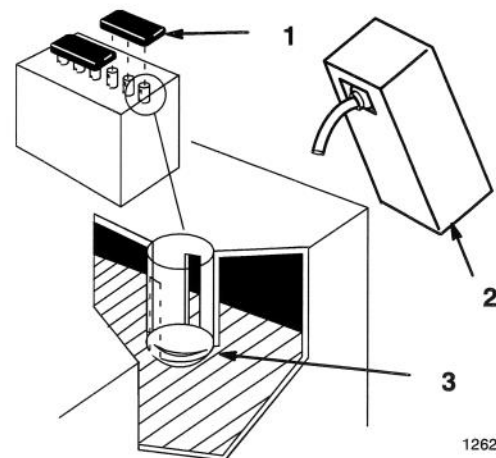

Figure 3
2. Enlever les bouchons de remplissage de la batterie et remplir lentement chaque élément jusqu'à ce que l'électrolyte arrive au bas du goulot (Fig. 3).
5. Rajouter lentement de l'électrolyte dans chaque élément jusqu'à ce que le niveau arrive au bas du goulot (Fig. 3) puis remplacer les bouchons.